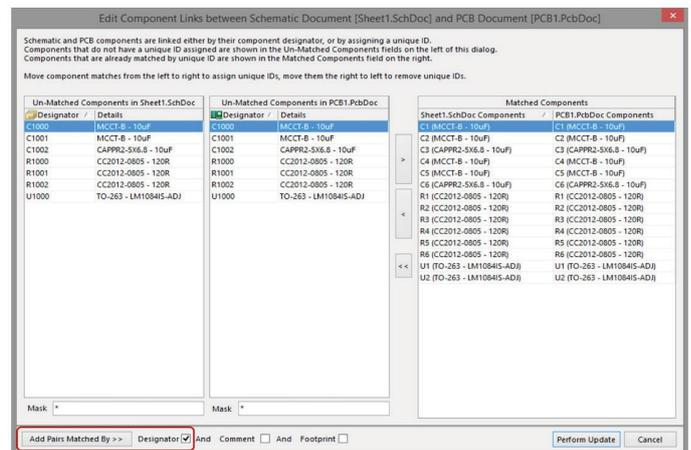

Figura 3: Collegare gli Snippets.
- Clicca il tasto **"Add Pairs Matched By -->"** nell'angolo in basso a sinistra, come mostrato in Figura 3.